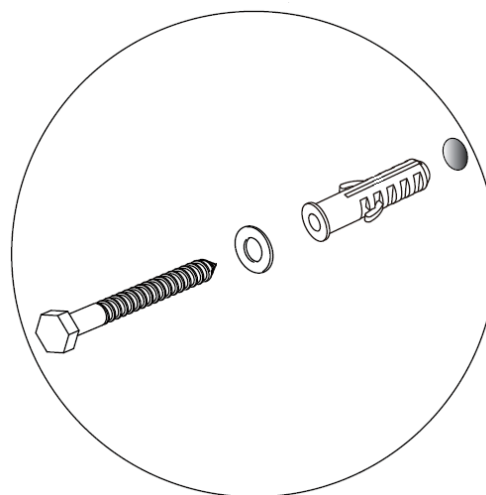

Fig. 4b
- Insérez des chevilles en plastique dans les trous, puis fixez solidement le support mural de fixation avec des vis et des rondelles sur le mur. (voir Fig.4b)
- Branchez le tuyau d'arrivée d'eau (6) sur l'alimentation en eau.